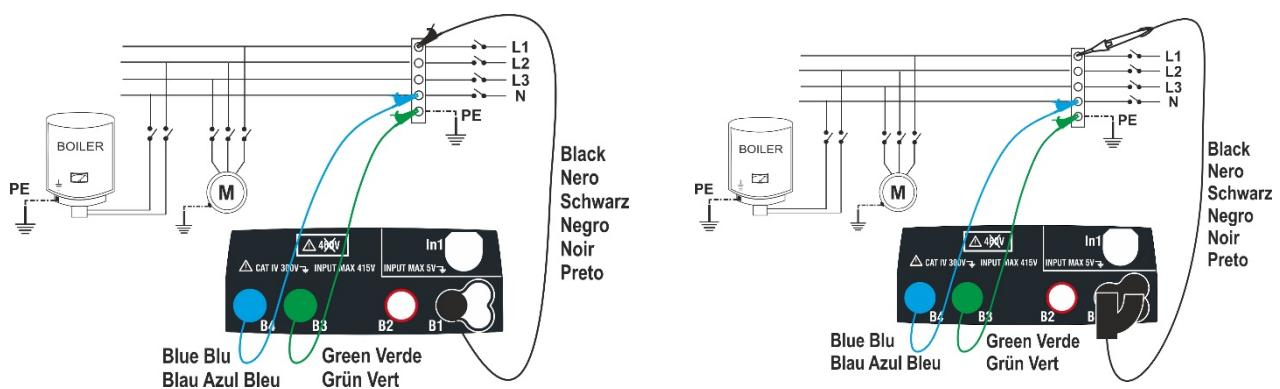

Fig. 10: Verificação do isolamento L-PE e N-PE através de cabos e ponteira remota
5. Conectar os crocodilos e/ou as ponteiras e/ou a ponteira remota nas extremidades dos condutores em exame de acordo com as Fig. 10 e Fig. 11.